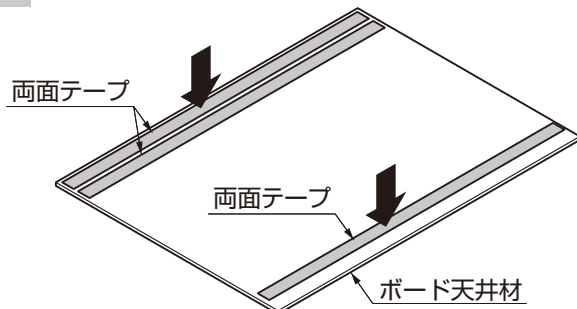

図4-10 両面テープの貼付け
- ②両面テープの上から、ゴムローラー又は指で押し付けてボード天井材に圧着させてください。(図4-10を参照)
- ③ボード天井材に貼った両面テープの上に縦材(A・B・C)を貼ってください。